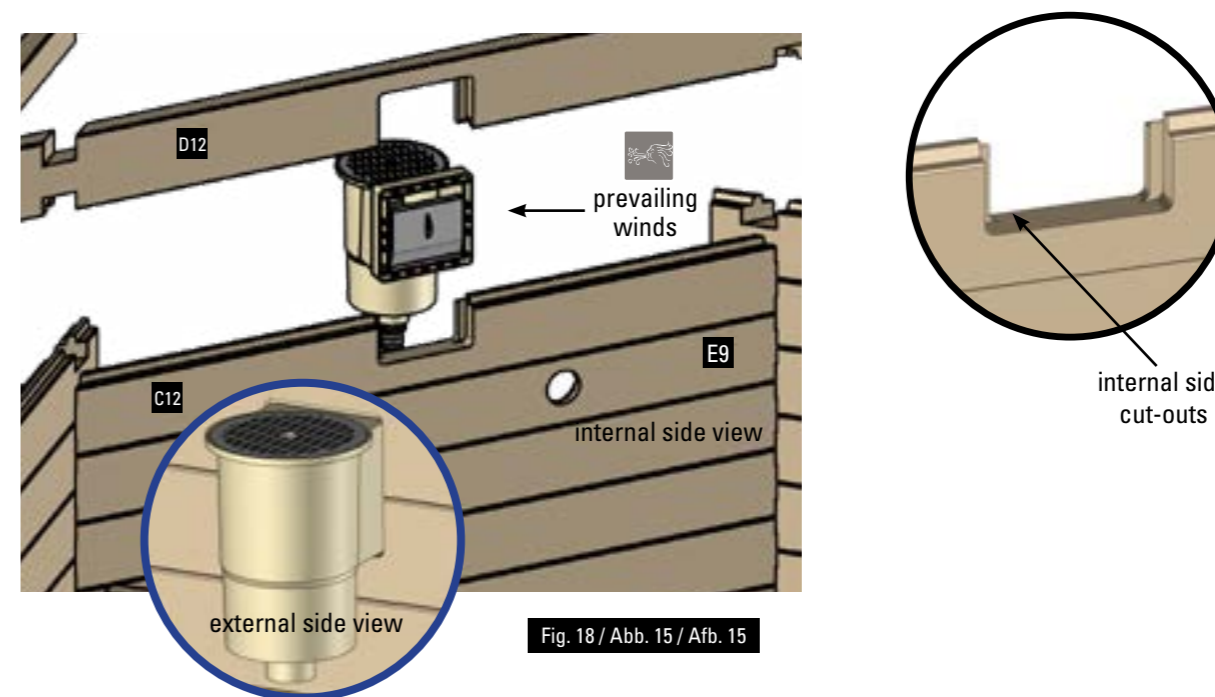

Fig. 18 / Abb. 15 / Afb. 15
**EN Skimmer:** • Place the specific boards of the skimmer facing the prevailing winds. Boards (C12) and (D12) will always be placed over a panel starting by board (B9) (figure 18). • The skimmer will not be stable until the pool is filled. *The skimmer (with its flap) is fitted as the same time as the finishing board.*
**FR Skimmer:** • Placez les madriers spécifiques au skimmer face aux vents dominants. Les madriers (C12) et (D12) se positionnent toujours sur un pan commençant par un madrier (B9) (figure 18). • Tant que le bassin n'est pas rempli, le skimmer ne sera pas stable. *Le skimmer (avec son volet) s'emboîte en même temps que le madrier de finition.*
**NL Skimmer:** • Plaats de planken die specifiek voor de skimmer zijn met het gezicht op de overheersende windrichting. De planken (C12) en (D12) worden altijd op een paneel geplaatst en er wordt begonnen met plank (B9) (afbeelding 18). • Zolang het zwembad niet is gevuld, zal de skimmer niet stabiel zijn. *De skimmer (samen met zijn afsluiter) wordt op het zelfde moment ertussen gezet als de plank voor de afwerking.*